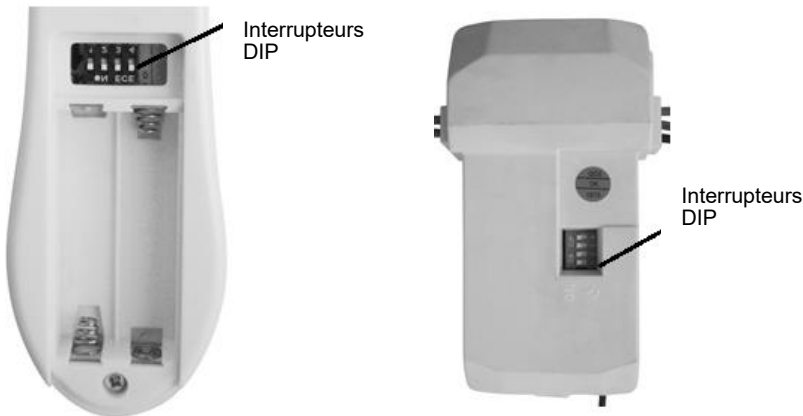

Fig. 11 Compartiment des piles de la télécommande récepteur
- La télécommande fonctionne avec 2 piles de type AAA 1,5 V. Ôtez le couvercle du compartiment des piles situé au dos de la télécommande, et insérez 2 piles AAA. Assurez-vous que les polarités correspondent à celles indiquées dans le compartiment des piles. (Fig. 11) (Piles non fournies.)